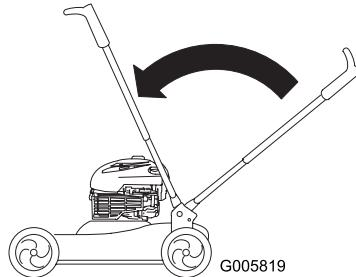

Bild 23
- Heben Sie den Griff in die vertikale Stellung an (Bild 23).